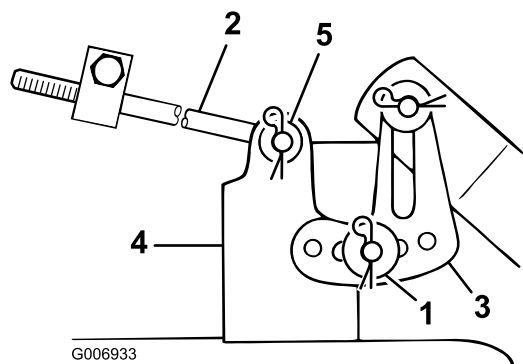

Figura 44
11. Infilate l'estremità dell'asta lunga nel foro del perno di montaggio del tosaerba (Figura 44).
12. Montate la rondella sottile e la coppiglia a forcina per fissare l'asta (Figura 44).
13. Montate la staffa scanalata di livellamento del tosaerba sul perno dell'attacco del tosaerba (Figura 44).
14. Montate la rondella grossa e la coppiglia a forcina per fissare il tosaerba (Figura 44).